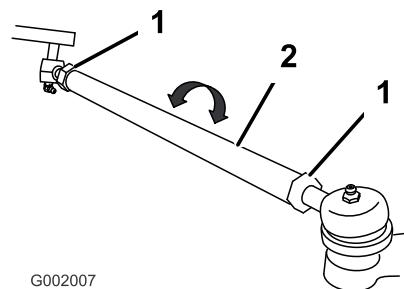

Figure 59
5. Si les mesures sont hors spécifications, desserrez les écrous de blocage aux deux extrémités des biellettes (Figure 59).